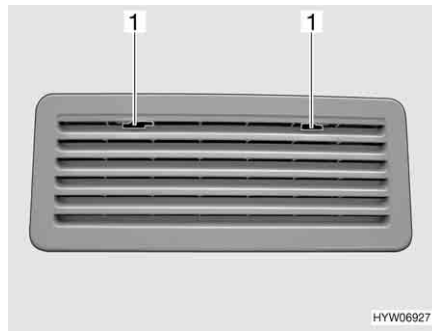

Fig. 169 Griglia di aerazione del frigorifero (Thetford)
- Spingere verso il centro l'arresto (Fig. 169,1).